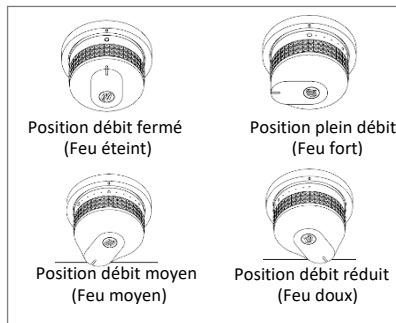

Figure 2 : Réglage de la manette de commande
6. Régler ensuite à volonté la hauteur de la flamme en tournant la ou les manettes de commande de plein débit (grand cercle) à débit réduit (petit cercle) (*Voir figure 2*)